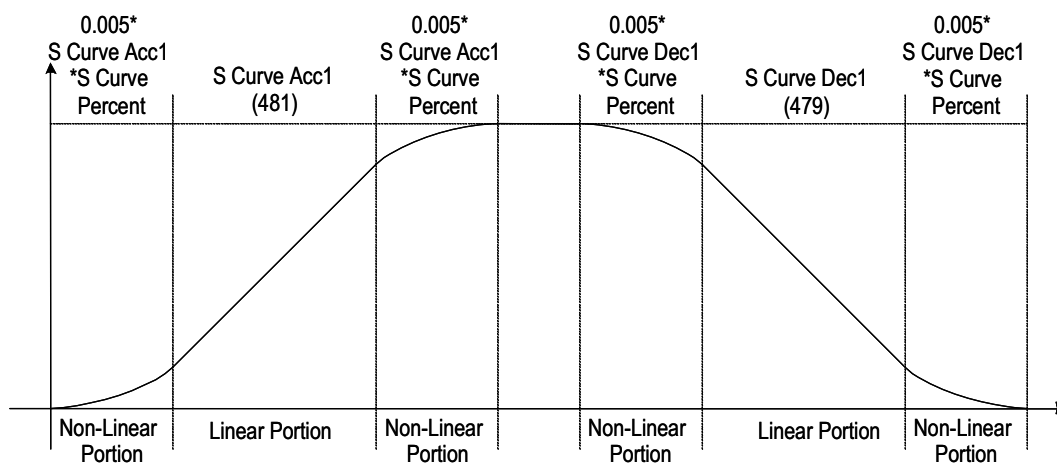

Рис. 1.2 – Опорная частота вращения: S-образная кривая ускорения/замедления
Чтобы выбрать S-образную кривую (*S curve*), нужно выбрать отличное от нуля значение «Процент S-кривой» (*S curve Percent*) (475). С помощью параметра «Время разгона 1 S-кривой» (*S curve Acc1*) (481) привод автоматически вычисляет линейную и нелинейную части S-образной кривой (см. рис. 1.2.). Ниже приведён пример использования параметров S-образной кривой:
Параметры замедления вычисляются с помощью параметров «Замедление 1 S-кривой» (*S curve Decel 1*) (479) и «Процент S-кривой» (*S curve Percent*) (475) и показаны на рис. 1.2.